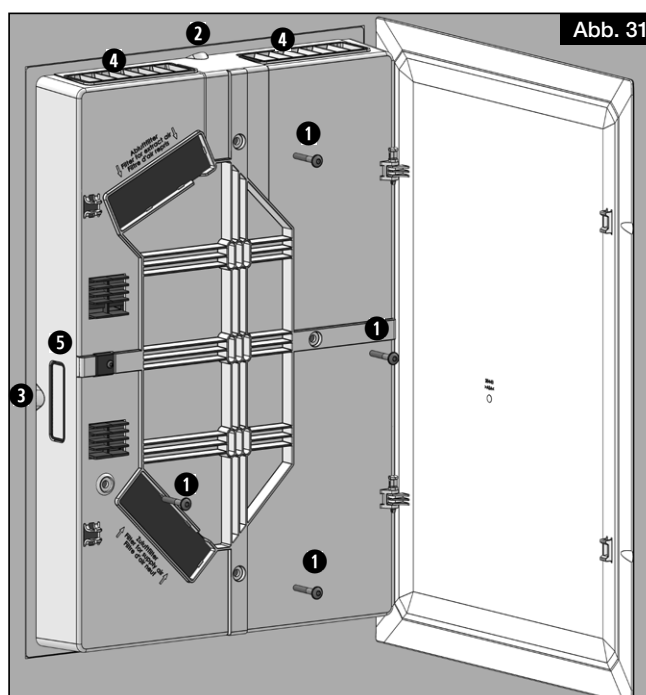

Abb. 31
1. Die Schrauben ❶ entfernen und in die Griffmulden ❷ oben und ❸ links greifen und den Blendenrahmen vorsichtig über die Gitter ❹ und die Folientastatur ❺ abheben (siehe Abb. 31).
4. Wärmetauscher ❶ einsetzen und bis zum Anschlag einschieben.
5. Den Blendenrahmen vorsichtig über die Folientastatur ❷ und die Gitter ❸ aufsetzen und festschrauben (siehe Abb. 31).